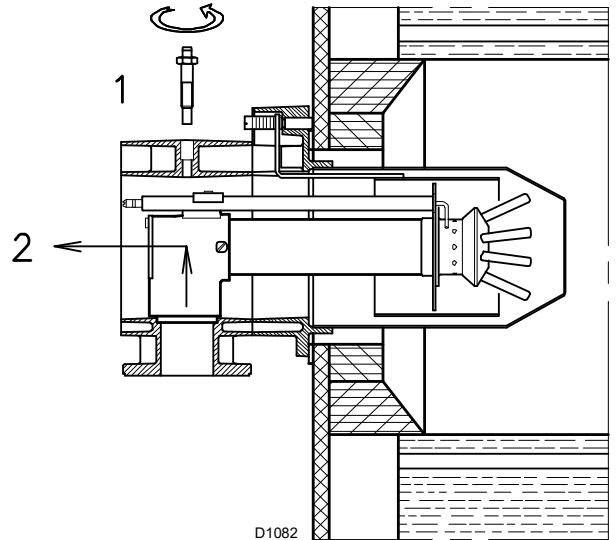

Abb. 10
- die Schraube 1)(Abb. 10) entfernen
- ziehen Sie den Innenteil 2)(Abb. 10) des Kopfs heraus und führen Sie die Einstellung durch.